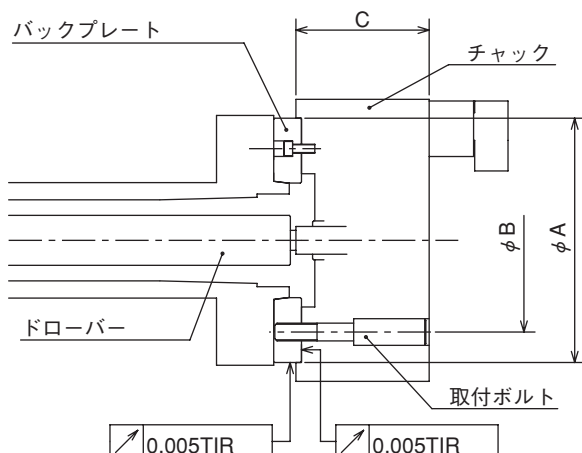

図 12
- 図 12 は JIS ショートテーパー規格の場合である。